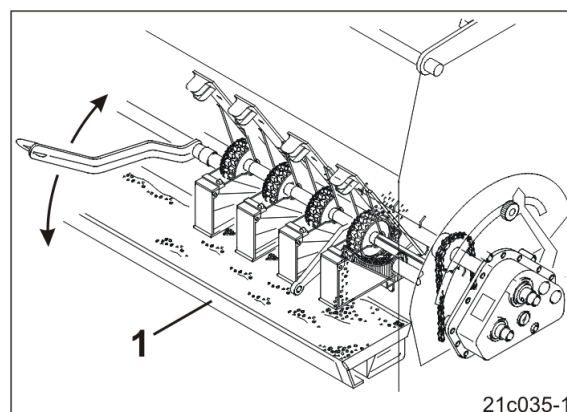

Fig. 222
6. Colocar as cavidades de calibração (Fig. 222/1) na calha do funil, (consulte o capítulo "Colocar as cavidades de calibração na calha do funil", página 116).